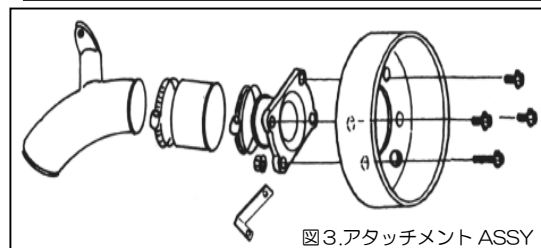

図3.アタッチメント ASSY
- 2) アダプター、ジョイントアダプター、アタッチメントパイプをラバーパイプ、バンド及び付属のボルトを使用して組み立てて下さい。この時各部は仮止めにしておいて下さい。(図3参照) ステーはジョイントアダプターと共締めして下さい。